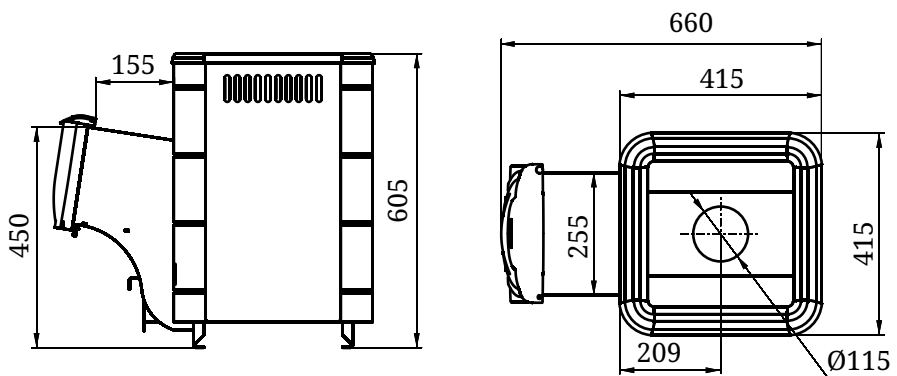

Рисунок 1. Габаритно-монтажные размеры печи «Оса»
** - печь со стандартным топливным каналом см. рисунок 1